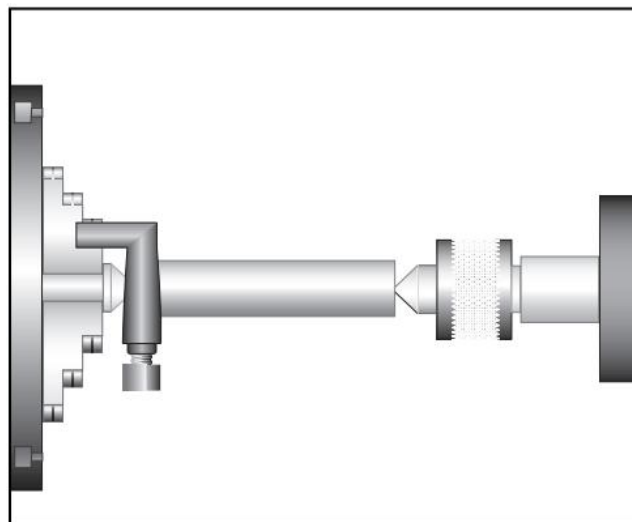

Figure 30
3. Fixez un toc de tour à la barre et montez-la entre les pointes. Voir la **Figure 30**.